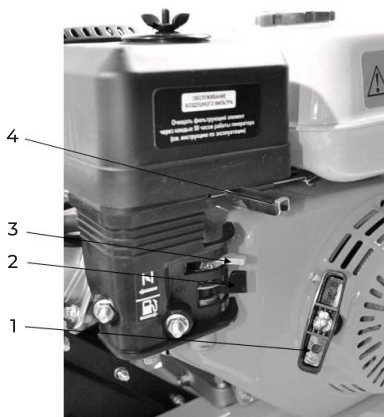

Рис. 8
- Установите рычаг привода дросселя (поз. 4, рис. 8) в положение «Заяц».
- Откройте топливный кран (поз. 2, рис. 8), переведите рычаг в положение «Открыто» (OPEN).
- Установите рычаг привода воздушной заслонки (поз. 3, рис. 8), в положение «ЗАКРЫТО» (CLOSE).
· Возьмите в руки пусковую рукоятку (поз. 1, рис. 8). Крепко удерживая ее в руках, плавно потяните шнур стартера, пока барабан стартера не войдет в зацепление с собачками храпового механизма. Только после этого сделайте плавный, резкий, но не длинный рывок. При этом шнур вытягивается примерно на 2/3 своей длины.
- Установите рычаг управления дросселем (поз. 4, рис. 8) в положение «Черепаша».
- Сдвиньте топливный кран (поз. 2 рис. 8), переведите рычаг в положение «Закртыо».